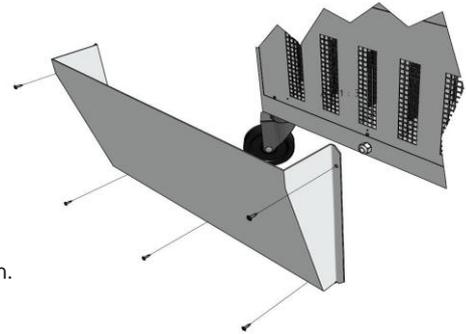

Abb. 2 Ausblasgehäuse
- Montieren Sie das Ausblasgehäuse, wie in Abb. 2 dargestellt mittels der mitgelieferten Blechschauben.